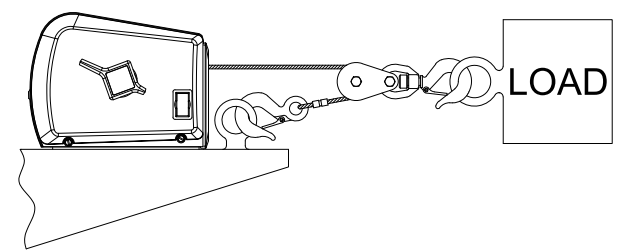

FIGURA 1
- Para uso de línea doble, instale un gancho de ojo en el pedestal del cabrestante para afianzar el gancho del cable estacionario. (Vea la Figura 1.) Asegúrese de que el gancho de ojo sea lo suficientemente fuerte para aguantar cargas en exceso de la clasificación para línea única del cabrestante.